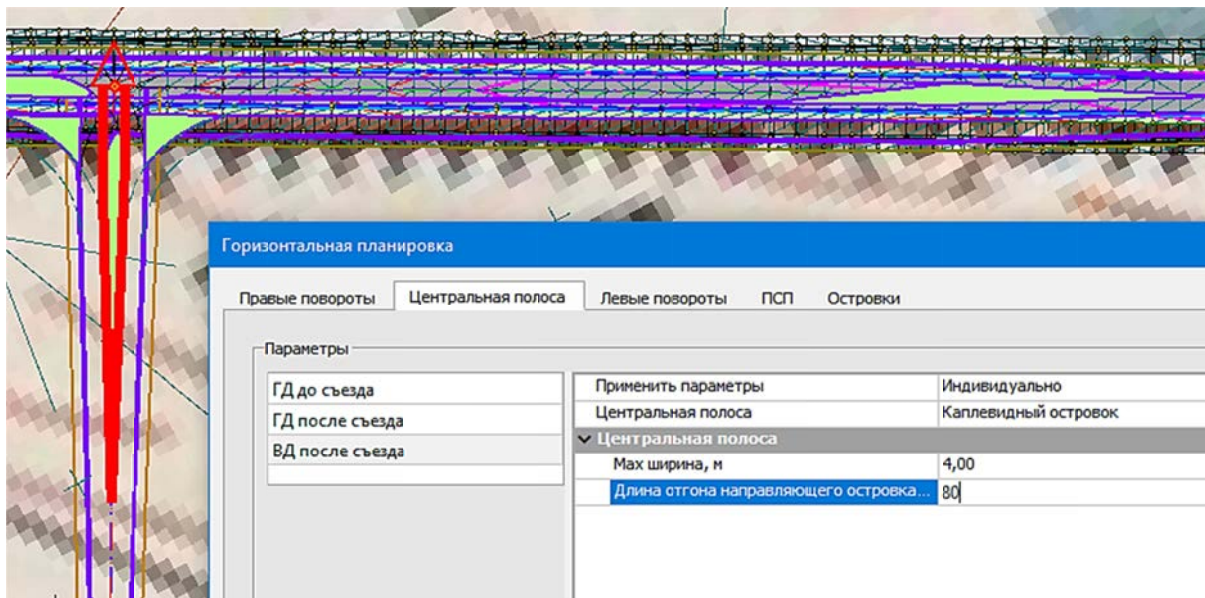

Рис. 4.12. Параметры ЦП ВТ после съезда
– ВД после съезда – Каплевидный островок (рис. 4.12).